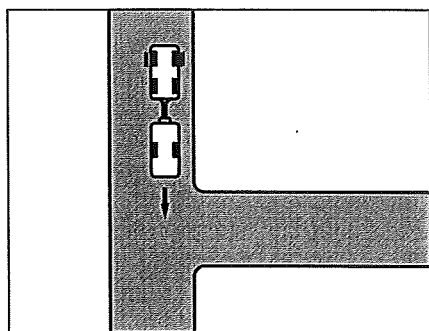

Bild 8 Start
- Kör mot infarten så långt att husvagnens bakdel befinner sig ung. framför infarten (Bild 8).